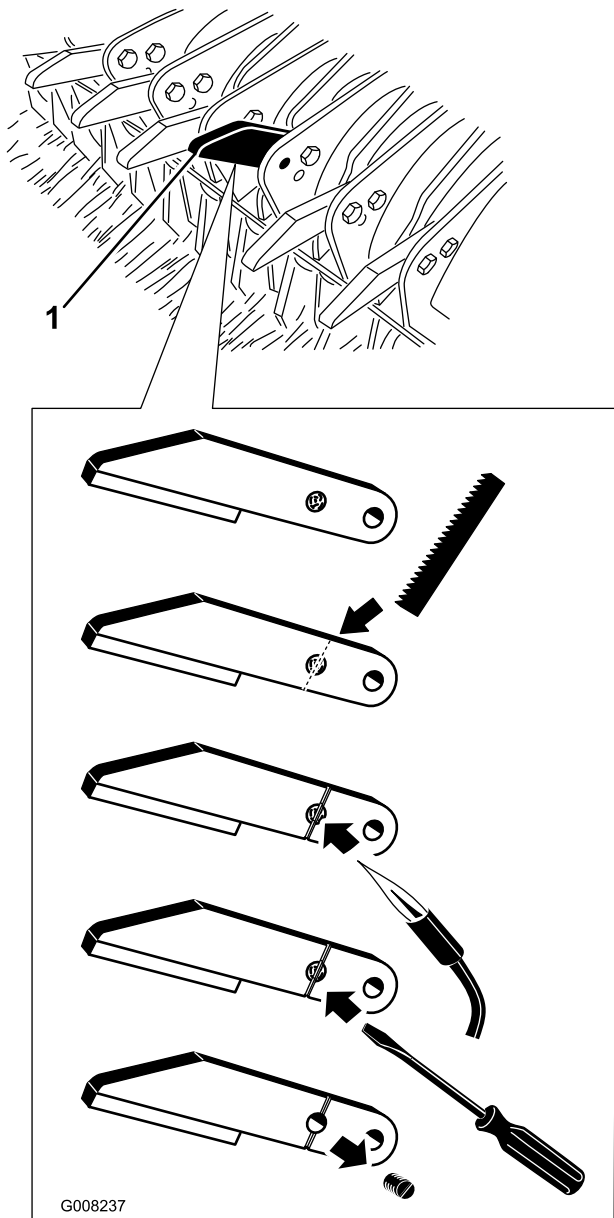

Bild 38
1. Entfernen Sie die nicht durchgeschnittene Schraube, mit der die Spitze des Häkslers am Messer befestigt ist (Bild 38). Nehmen Sie die Spitze des Häkslers vom Messer ab.
2. Schneiden Sie mit einer Metallsäge einen Schlitz in das zerschnittene Ende der Schraube und in die Spitze des Häkslers (Bild 38). Stellen Sie sicher, dass der Schlitz tief genug ist, damit ein flacher Schraubenzieher greifen kann.
3. Wärmen Sie nach dem Schneiden des Schlitzes die zerschnittene Schraube mit einer Lampe, um das Loctite weich zu machen (Bild 38).
4. Drehen Sie die zerschnittene Schraube aus der Spitze des Häkslers, wenn das Loctite weich ist (Bild 38).